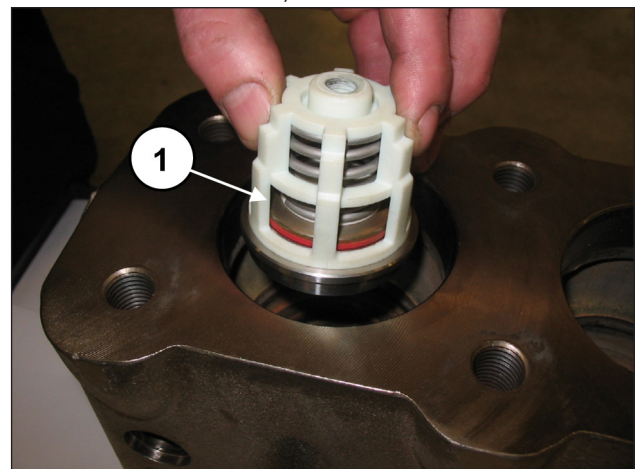
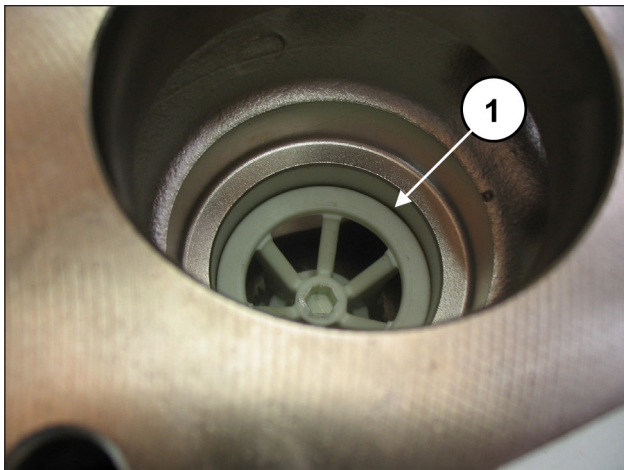

Abb. 121
Abb. 122
Setzen Sie die Saugventilgruppe ein (Pos. ①, Abb. 121) und anschließend das Distanzstück (Pos. ①, Abb. 122).
Die komplette Ventilgruppe muss bündig eingesetzt sein und so erscheinen wie in Pos. ①, Abb. 122.